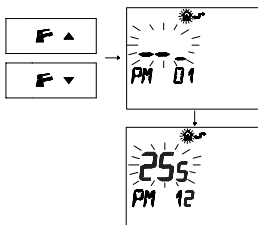

Fig. 2.56
- Нажать кнопки F- (down) and F+ (up) для отображения программирования "PM 12" Регулирование полезной мощности в зависимости от отопления или ( Fig. 2.56).
- 3 Нажать кнопки [left arrow] и [right arrow] для отображения программирования "PM 16" Минимальное значение электроэнергии отопления или (Fig. 2.56).